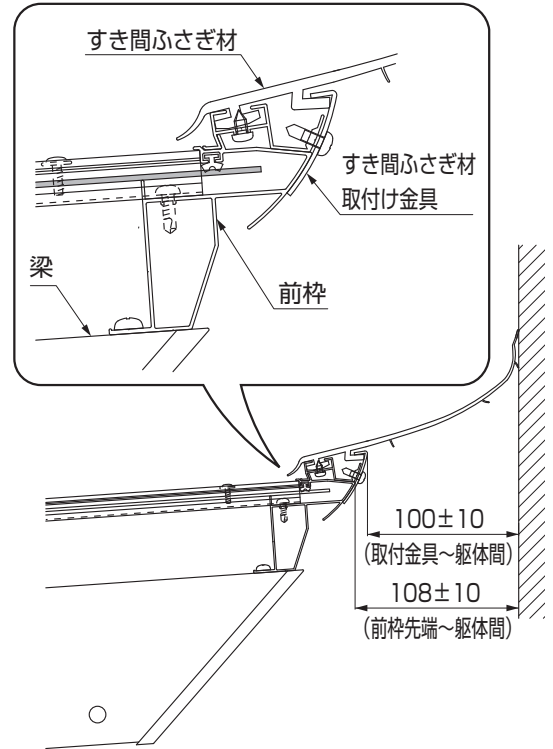

図1-3
- 躯体すき間ふさぎ材付きの場合、「2 基本寸法と各部名称」1. 各部名称 図1-3」の寸法にしてください。（※3）